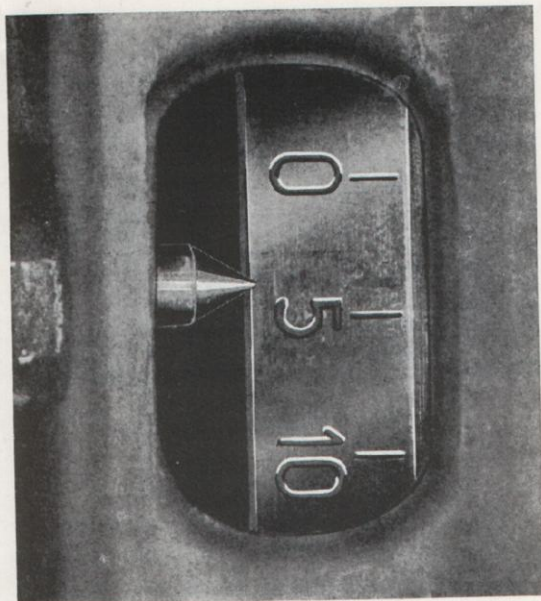

Bild 67. Svänghjulsmarkning.
- sidan 50. Kontrollera under framvridningen att visarspetsen, bild 67, kommer mittför rätt gradtal men ej förbi detta. Vrides vevaxeln för långt får den dragas tillbaka och därefter till rätt läge för att flankspelet vid kugghjulen skall upphävas.